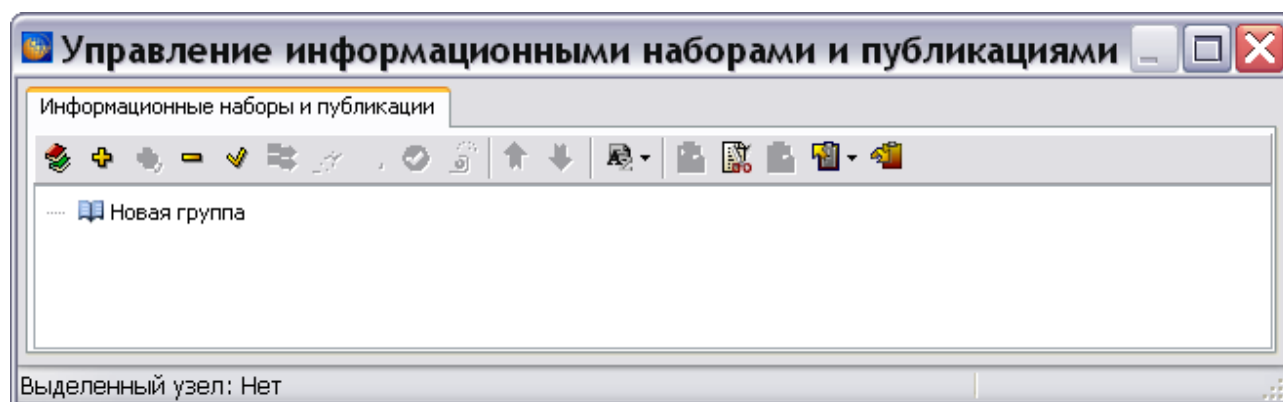

Рис. 18.4
1. В диалоговом окне **Управление информационными наборами и публикациями** выберите инструмент **Создать новую группу** . При этом формируется группа с названием «Новая группа» (Рис. 18.4).